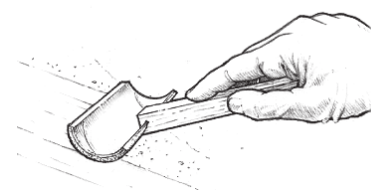

Figure 31 Couvrez la couche en roulant un rouleau en mousse sur de l'époxyde frais.
8. Couvrez le revêtement en tirant la brosse du rouleau en mousse doucement vers l'époxyde tout juste préparé avec des gestes longs, uniformes et superposant après l'application de chaque lot. Utilisez assez de pression pour défroisser mais pas trop pour ne pas éliminer le revêtement (Figure 31). Alternez le sens dans lequel chaque couche est posée, 1ère couche verticale, 2ème couche horizontale, 3ème couche en vertical, etc. Un 800 Roller Cover pourrait être coupé en segments pour faire une brosse ponctuelle.